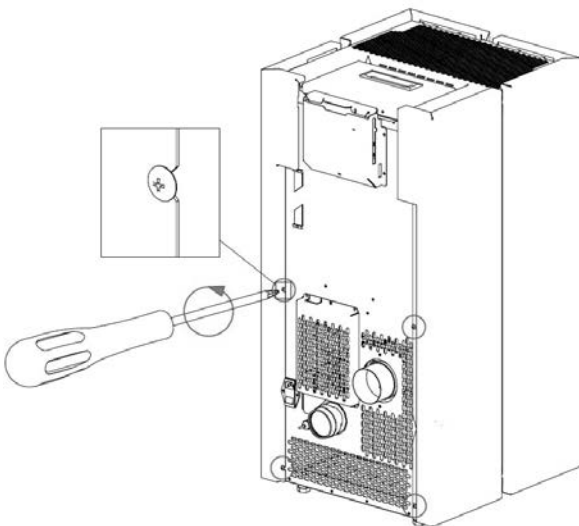

Fig. 52 - Verwijder de schroeven
- De schroeven 4 achterste schroeven losdraaien (zie **Fig. 52**).